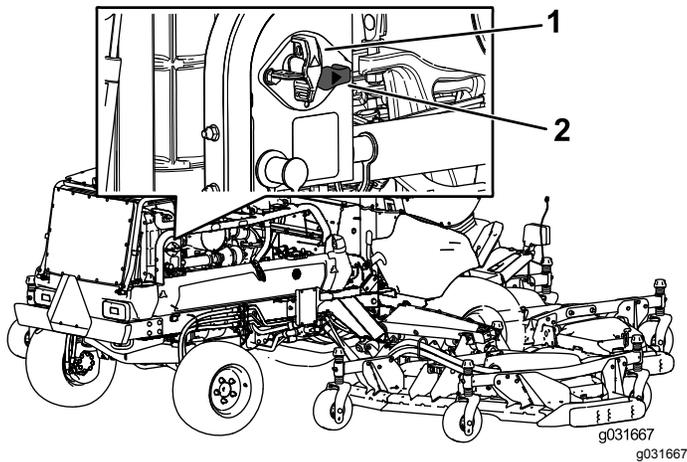

図 71
- 電気系統に通電を行うには遮断スイッチ右に回して ON 位置にする 図 71。
- 電気系統への通電を遮断するには遮断スイッチ左に回して OFF 位置にする 図 71。